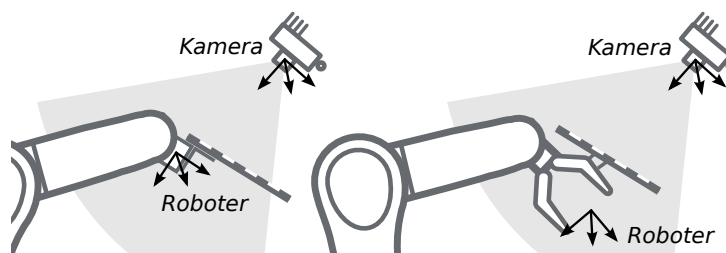

Abb. 6.19: Alternative Montageoptionen für die Befestigung des Kalibrieramusters am Roboter
6.18 und Abb. 6.19 angegeben, angebracht werden.
Bemerkung: Für das Modul zur Hand-Auge-Kalibrierung spielt es keine Rolle, wie das Kalibriermuster in Bezug auf das benutzerdefinierte *Roboter*-Koordinatensystem genau angebracht und positioniert wird. Das bedeutet, dass die relative Positionierung des Kalibrierusters zu diesem Koordinatensystem weder bekannt sein muss, noch für die Kalibrieroutine relevant ist (siehe in Abb. 6.19).